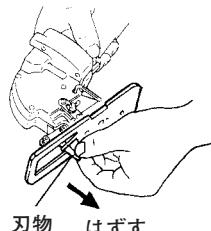

図 19
- ベースの下方より、刃物を持ち、下方にはずします。(図19)